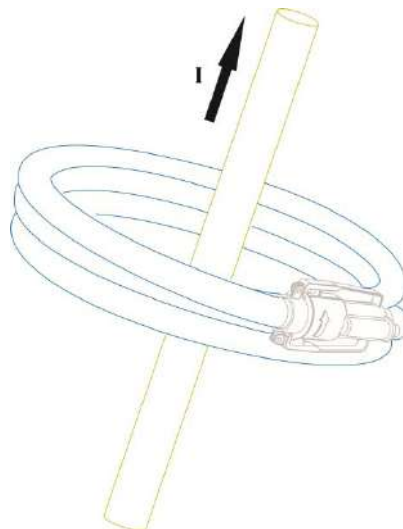

Рисунок 11.77: Измерение СКЗ силы тока гибкими клещами, пример
- Присоедините клещи к исследуемому объекту, см. рис. 11.77.